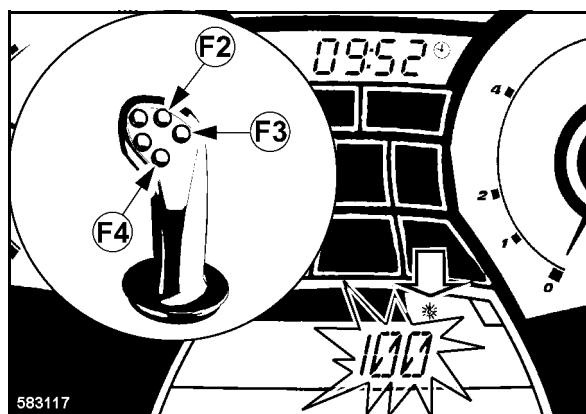

Fig. 104
- Accionar la tecla de función F3 (Fig. 104) hasta en el indicador aparece el porcentaje de la intensidad luminosa.